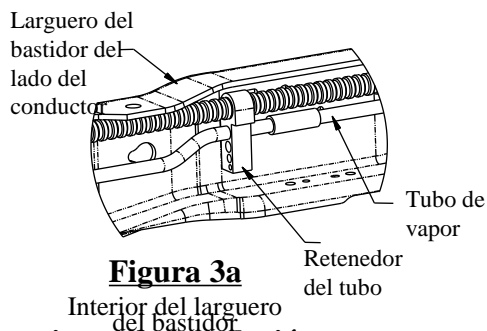
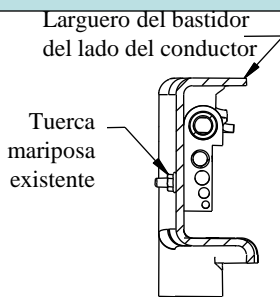
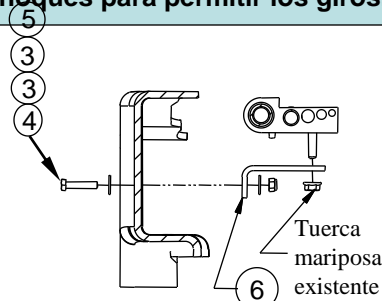

Figura 3a
Figura 3b
Figura 3c
2. **Para modelos de motor de gas 2005 a 2010 únicamente.** El tubo de vapor que va a lo largo del costado interior del larguero del bastidor del costado del conductor se debe volver a instalar antes de instalar el soporte del costado del conductor. Ver Figura 3a. Quite la tuerca mariposa del exterior del bastidor y guarde para uso posterior. Ver Figura 3b. Rote todos los tubos hacia arriba y afuera del camino. Instale el soporte en L (6) con piezas de 1/4" (3) (4) (5), como se muestra en la Figura 3c. Apriete el soporte en L (6) al bastidor, pero deje el retenedor del tubo suelto para ayudar en la instalación del soporte.
- f. **Para modelos de motor de gas 2005 a 2010 únicamente.** Use la tuerca mariposa de fábrica que se retiró en el paso 2 para apretar el retenedor de tubo en el soporte en L (7) como se muestra en la Figura 3c.